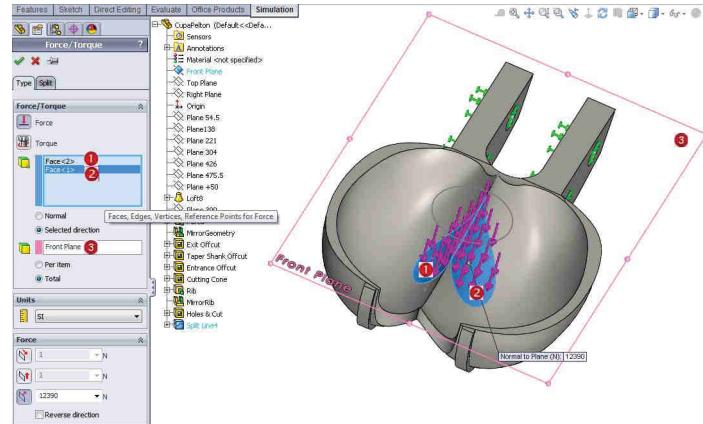

Fig. 3.41
- Click pe zona **Faces, Edges, Vertices for Force** și selectie fețe **①** și **②**, fig. 3.41.
- Selectie **Front Plane** **③** pentru câmpul **Face, Edge, Plane for Direction** .
- Click on Faces, Edges, Vertices for Force and select **①** and **②** faces, fig. 3.41.
- Select Front Plane **③** for the Face, Edge, Plane for Direction field.